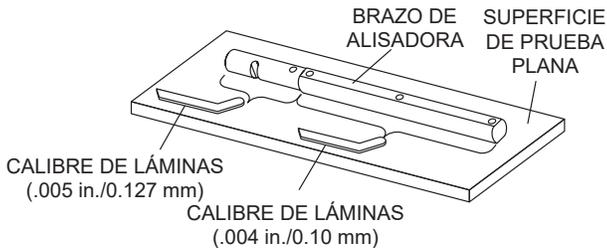

Figura 55. Comprobación de la planeidad de los brazos de la alisadora
2. Compruebe cada uno de los seis lados del brazo de la alisadora (sección hexagonal). Un calibre de láminas de 0,004" (0,10 mm) no debe pasar entre la parte plana de la alisadora y la superficie de prueba a lo largo de la superficie de prueba (Figura 55).